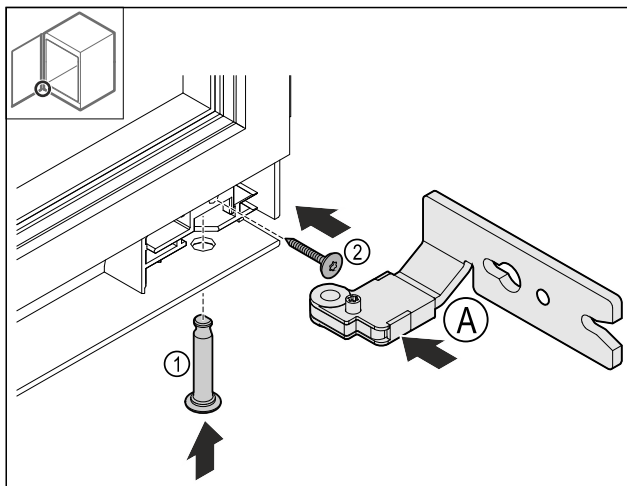

Fig. 26
- Sätt in det undre gångjärnet Fig. 26 (A).
- Sätt in stiftet Fig. 26 (1) och håll fast det.
- Skruva fast skruven Fig. 26 (2).